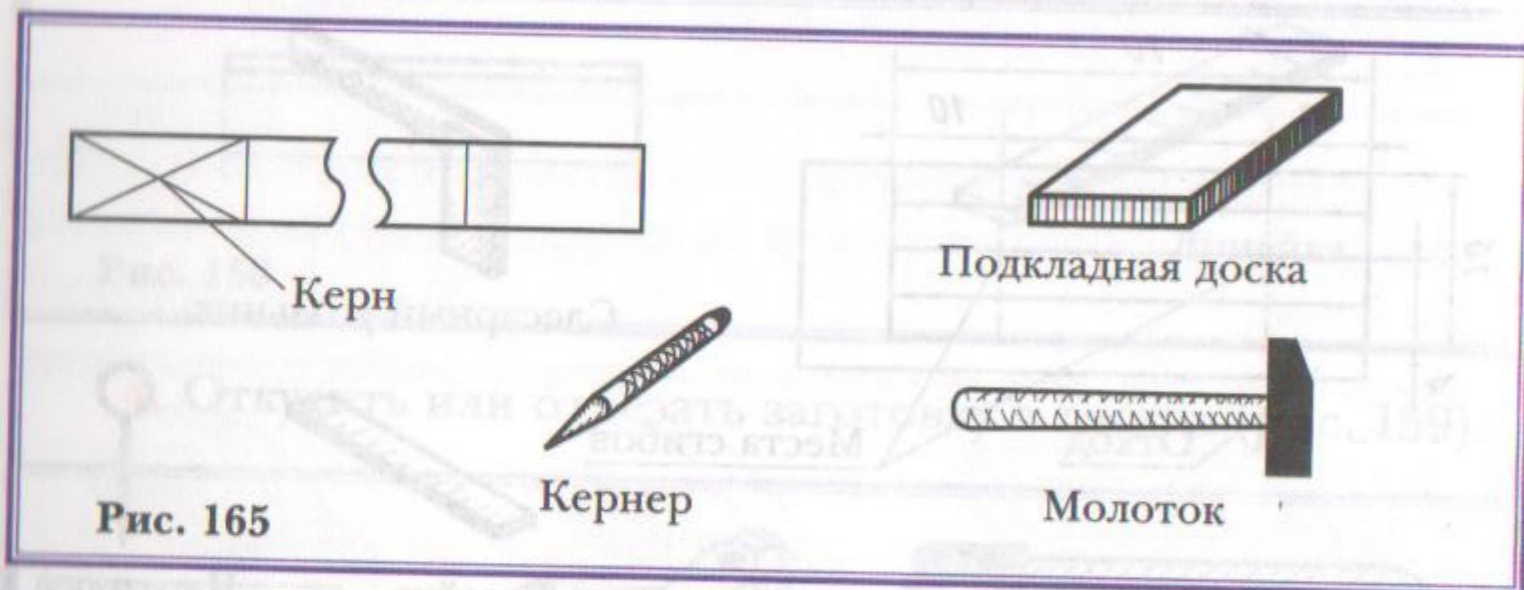

Рис. 165
5. Накернить центры отверстий под гвозди (рис. 165).